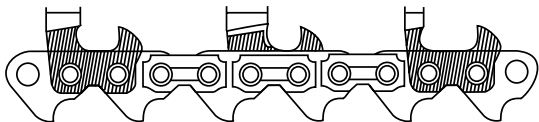

Рис. 4
Заточку цепи необходимо начинать с заточки режущих зубьев (1) (Рис. 3) Затачивайте зубья равномерно, вначале каждый второй зуб с одной стороны, потом каждый второй зуб с противоположной стороны. Длина режущих зубьев должна быть одинаковая, различная длинна не допускается и может привести к нежелательным последствиям (Рис. 4).